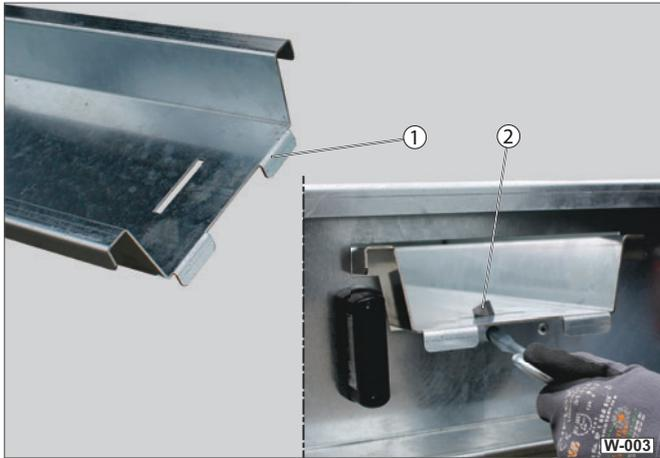

Abb. 3 Auffahrschiene kontrollieren
- ▶ Kontrollieren Sie regelmäßig (min. halbjährlich) den Zustand der Auffahrschiene (Abb. 3/1) auf Risse, Verformung.
- ▶ Prüfen Sie die Funktion des Verschlusses (Abb. 3/2).